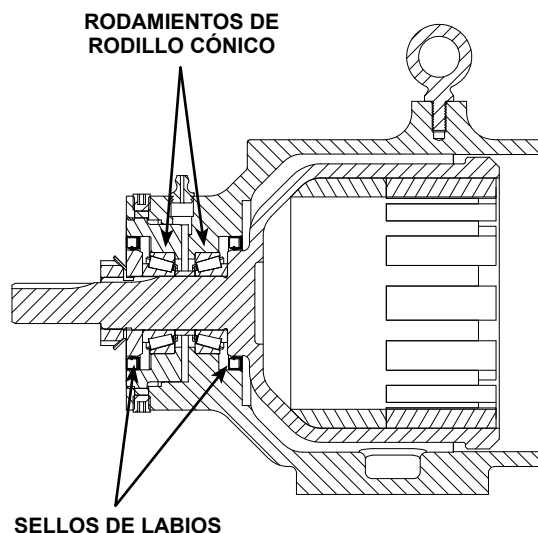

FIGURA 9
2. Presione el sello de labios interior hacia el soporte y el sello de labios exterior hacia el capicete extremo y luego lubrique los sellos de labios, consulte la **Figura 9** para conocer la orientación del sello de labios y los rodamientos.